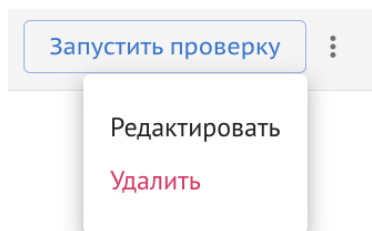

Рисунок 73. Удаление шаблона.
2. Нажать на три точки с правой стороны нужного шаблона (Рисунок 73)